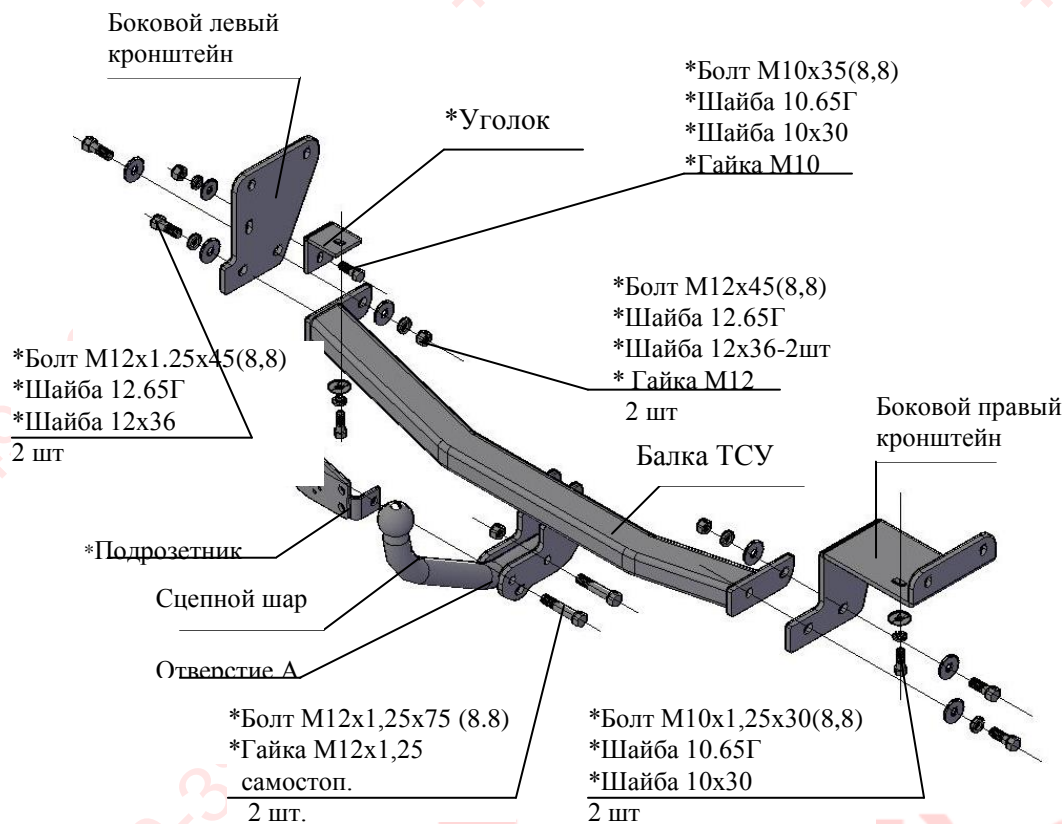

Рис.1 Тягово-сцепное устройство 7350.
| 2.1 ТСУ 7350 в сборе (рис.1) | 1 шт. |
| 2.2 Пакет с комплектующими (см. рис.1) | 1 шт. |
4.3 Установить боковой правый и левый кронштейны ТСУ на внешние боковые и нижние стороны лонжеронов а/м, используя уголок (см рис.1) и